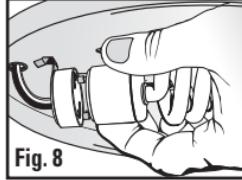

Fig. 8
Votre luminaire utilise une (1) **ampoule fluorescente à lumière mixte et à base GU24 de 23 watts**. Saisissez l'ampoule par sa base en plastique, et alignez les broches de l'ampoule avec les trous dans la douille (Fig. 8). Faites-la tourner d'environ $\frac{1}{4}$ de tour dans le sens des aiguilles d'une montre jusqu'à ce que la base de la lampe soit solidement en place dans la douille.